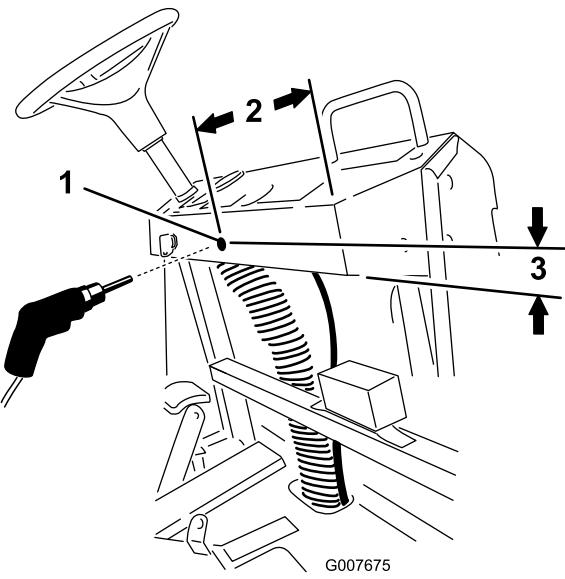

图18
- 在距离仪表板右侧 254mm 和距离仪表板底部 38.1mm 的位置作标记 (图18)。